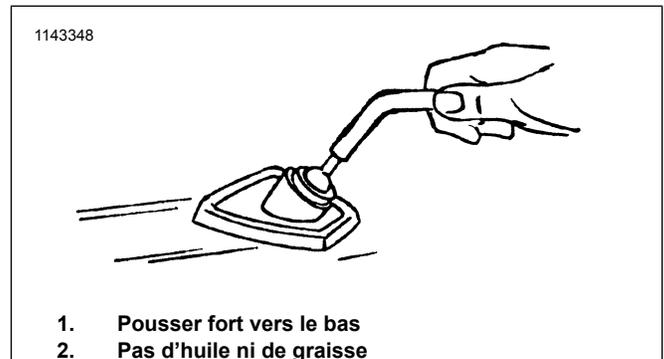

Figure 1. Fixation de la tige sur le pare-brise
1. Voir la figure 1. Appuyer le pare-brise sur une surface non abrasive et pousser une tige dans chaque serre-tringle. NE PAS UTILISER D'HUILE, DE GRAISSE OU DE SILICONE. Utiliser de l'eau ou de la salive comme lubrifiant.